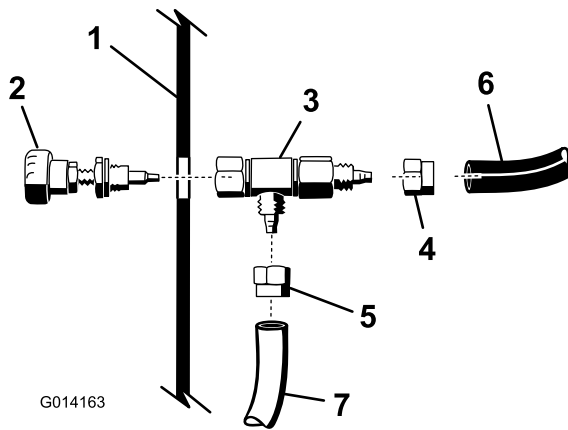

Figure 4
6. Raccordez les tubes bleu et transparent du flexible de mousse sous le tableau de bord au corps du régulateur, comme illustré à la Figure 4.